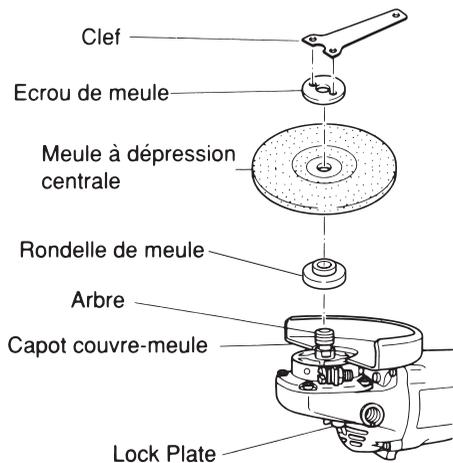

Fig. 3
S'assurer que le bouton poussoir n'est pas engagé appuyant dessus deux ou trois fois avant de mettre la meuleuse en marche. (Fig. 3)
- (1) Mettre la meuleuse à l'envers de façon que l'arbre soit dirigé vers le haut.
- (2) Aligner l'entaille de forme ovale de la rondelle de meule avec l'encoche de l'arbre, puis les attacher.
- (3) Positionner la protubérance de la meule à dépression centrale sur la rondelle de meule.
- (4) Visser l'écrou de meule sur l'arbre.
- (5) Tout en poussant sur le bouton poussoir avec une main, verrouiller l'arbre en tournant doucement la meule à dépression centrale avec l'autre main. Serrer l'écrou de meule en utilisant la clef fournie comme montré sur la Fig. 3.